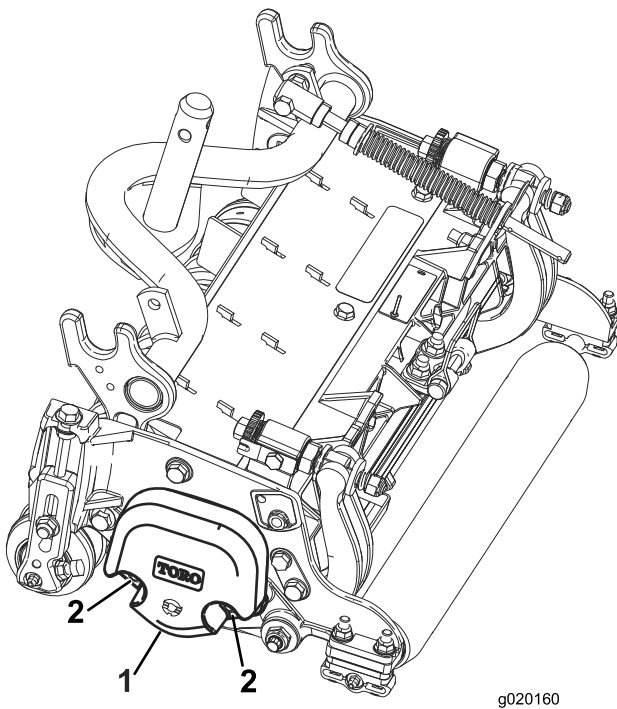

Figure 6
1. Sur les plateaux de coupe n° 2 et 4, retirez les 2 contre-écrous qui fixent le contrepoids à l'extrémité gauche du plateau de coupe. Déposez le contrepoids (Figure 6).